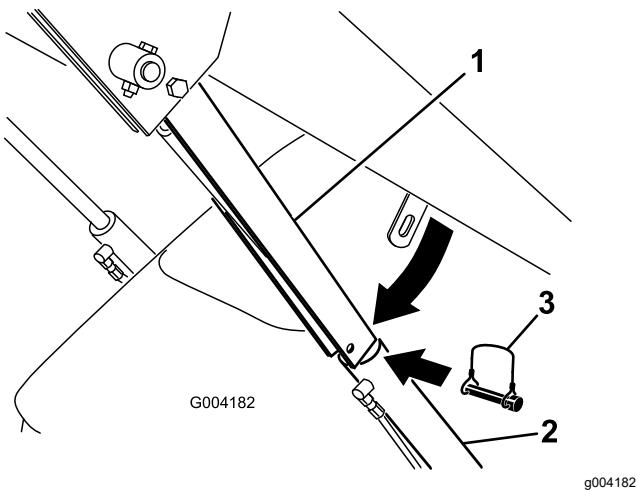

Figure 23
4. Enlevez la goupille à anneau qui fixe le dispositif de blocage de vérin au bras de chargeuse (Figure 23).
5. Abaissez le dispositif de blocage sur la tige du vérin et fixez-le en position à l'aide de la goupille à anneau (Figure 23).